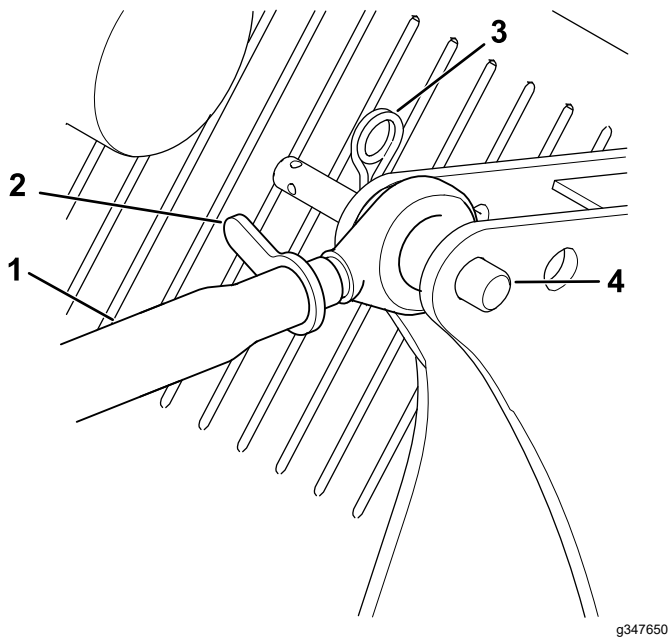

Figura 26
- Afloje la contratuerca del brazo de enganche superior y gire el brazo superior (Figura 26) hasta que el apero esté apoyado sobre las patas del soporte y sobre un terreno llano.